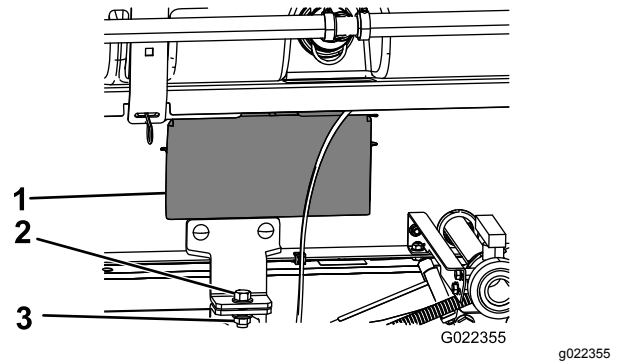

Figura 36
5. Rimuovete i pannelli di accesso su entrambi i lati del telaio del supporto (Figura 36).
8. Fissate la staffa di fissaggio del gruppo del telaio di supporto del serbatoio alla staffa del pianale sul telaio su ciascun lato della macchina con un bullone (1/2" x 1 1/2") e un dado di bloccaggio (1/2"), come illustrato nella Figura 36.